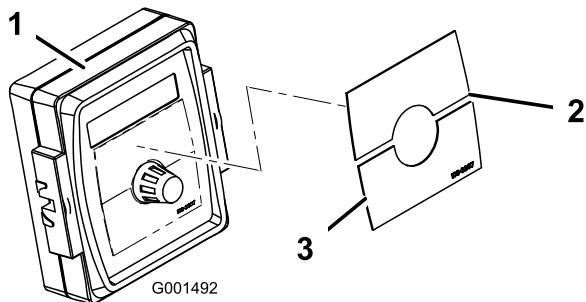

Figura 4
- Applicate l'adesivo Spray Pro sul monitor (Figura 4).